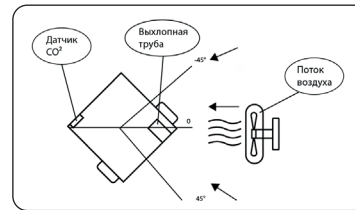

Рис. 8
**ВНИМАНИЕ!** При эксплуатации генераторов с датчиком угарного газа следует соблюдать определенные правила. Во избежание ложных срабатываний следует избегать описанных ниже условий: датчик угарного газа работает только при плюсовой температуре (больше 0 °С). Сильный поток воздуха с направления 45 градусов от оси выхлопное отверстие датчик (Рис. 8).